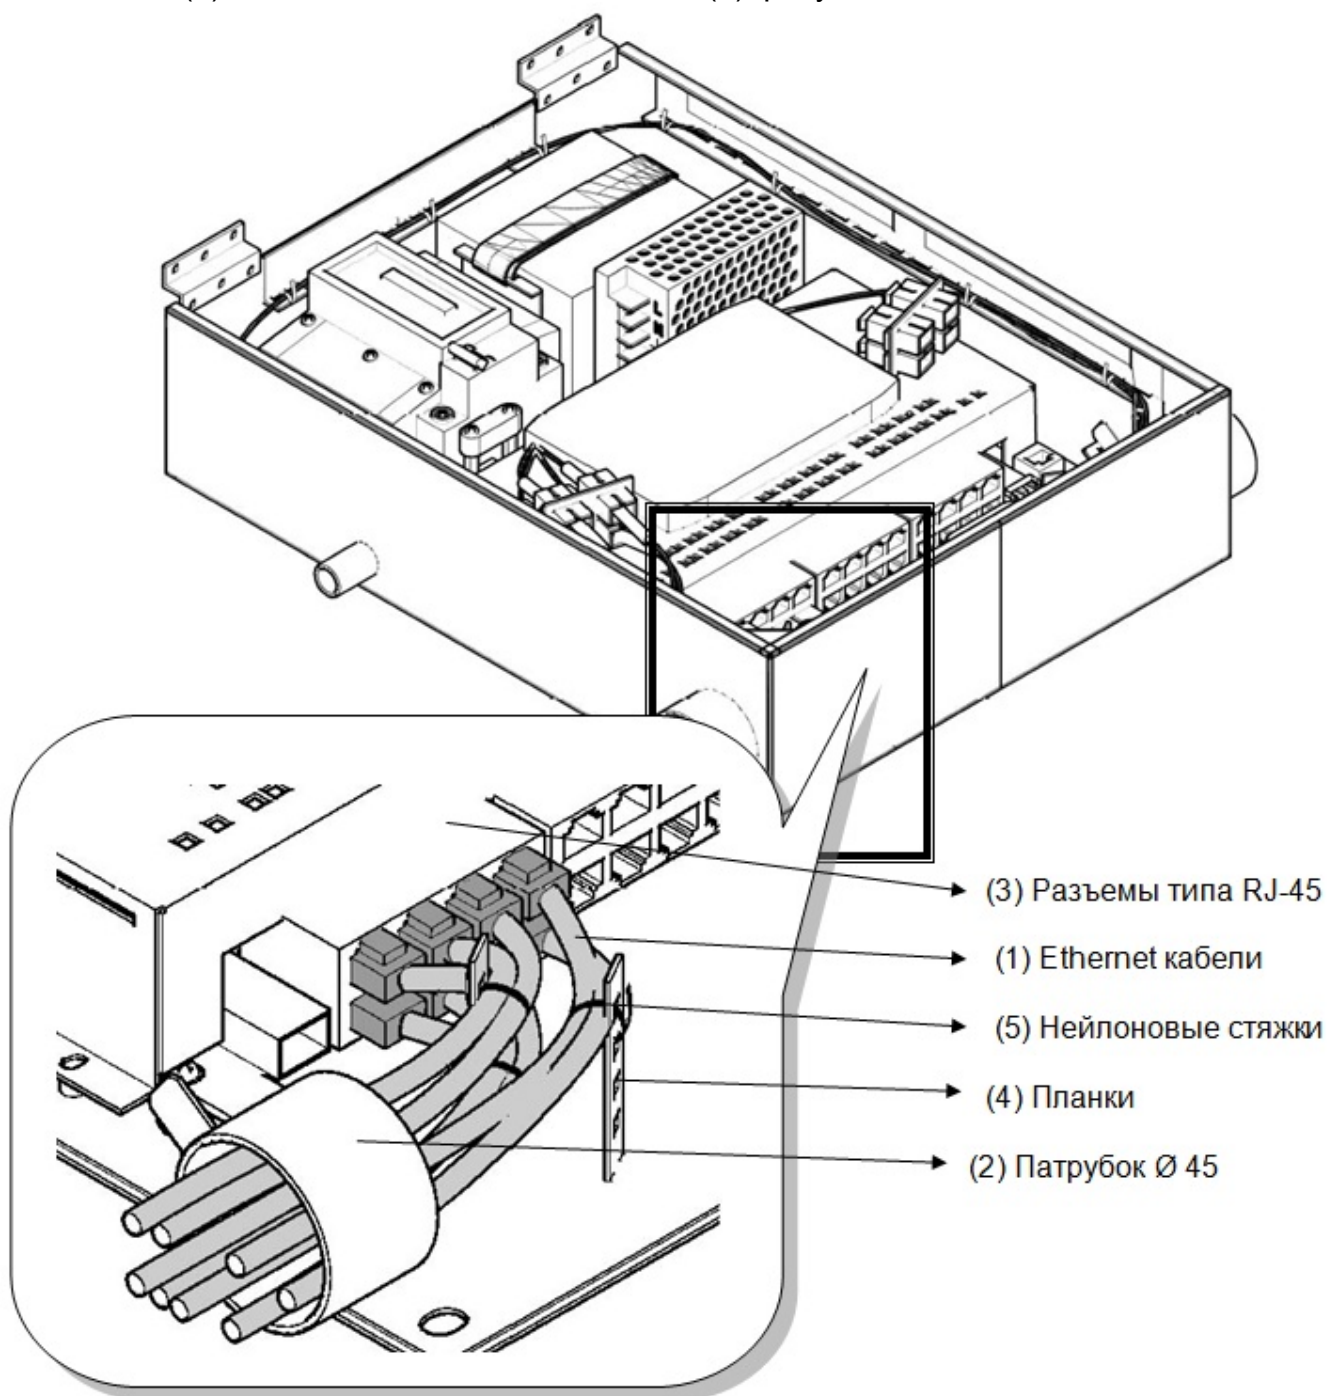

Рисунок 7.5 – Схема подключения Ethernet кабелей. Дверца и стенки корпуса условно не показаны
5. Провести витые пары (1) через патрубок \varnothing 45 мм (2), подключить интерфейсы Ethernet к соответствующим разъемам типа RJ45 (3), зафиксировать Ethernet кабели к планкам (4) с помощью нейлоновых стяжек (5), рисунок. 7.5.
6. Открыть защитную крышку (1) клеммы сетевого питания, рисунок 7.5.